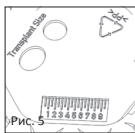

Рис. 5
■ **Рис.1b/5** Интегрированные шаблоны на задней части регулировочного диска (Рис. 1b) соответствуют минимальному размеру трансплантата для выравнивания барабанной перепонки (Рис. 5).
■ **Рис.5** Миллиметровая шкала используется для общих сравнительных измерений, которые могут понадобиться во время операции на среднем ухе. В сущности, задняя часть может также использоваться в качестве места для